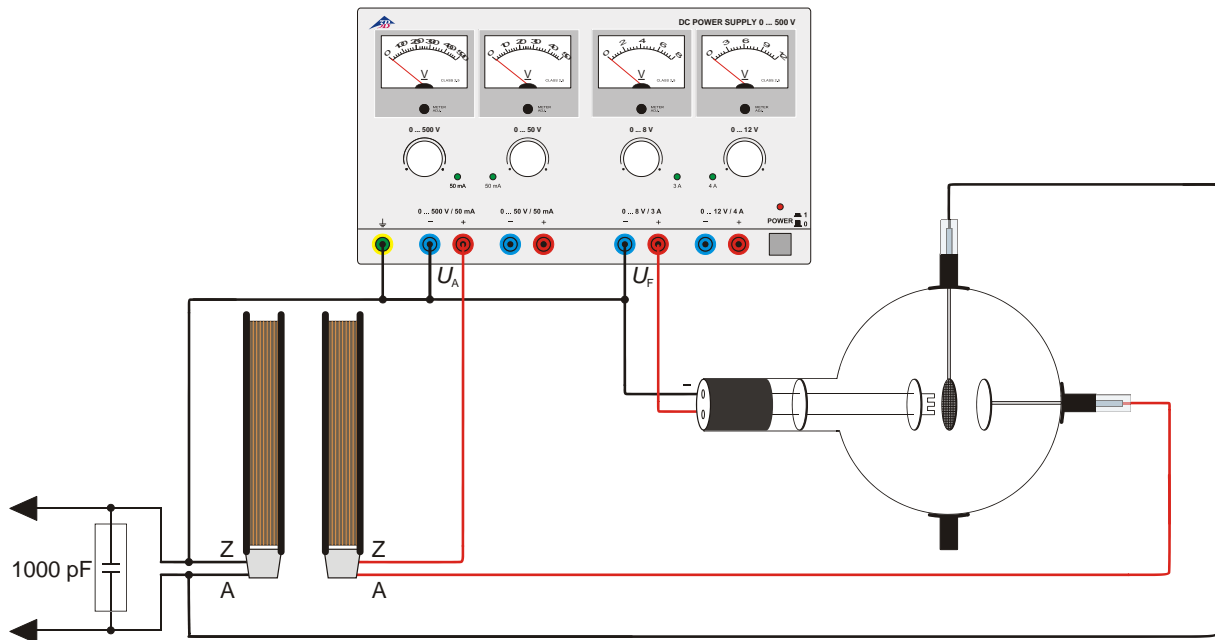

Fig. 5 Producción de oscilaciones LC no amortiguadas
- Realice el circuito de acuerdo con la Fig. 5.